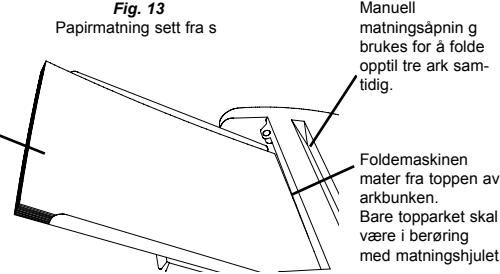

Fig. 13
- Før papirsettet inn i den manuelle innføringsåpningen på toppen av maskinen (som vist på figur figure 13 og 14). Før ikke inn sett med papir ved bruk av matningsbordet da dette vil resultere i en papiropphopning.